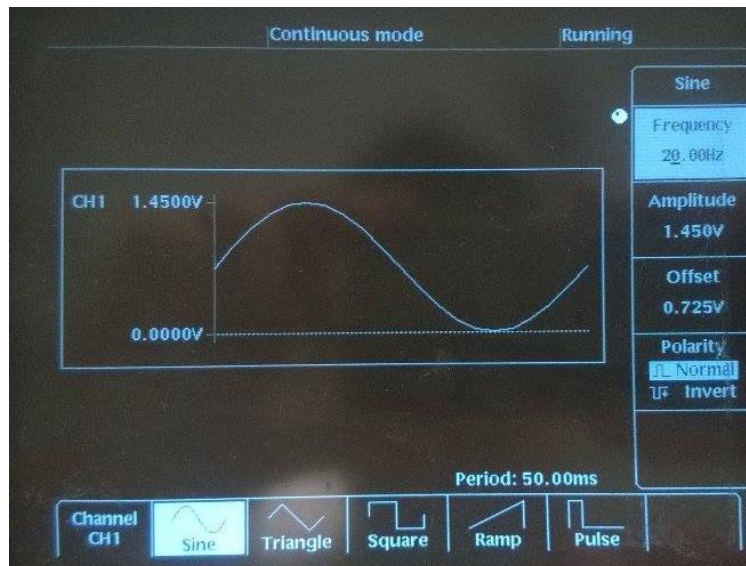
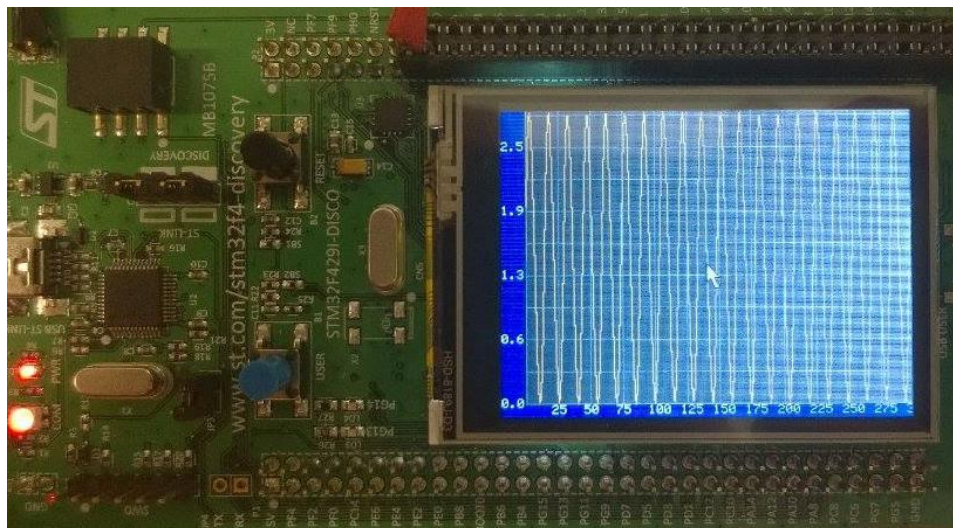

Figura 49: Generatore di funzioni
Figura 50: Funzione seno di ampiezza 2.9V con frequenza di 20Hz
- **Caso 3:** Il generatore di funzioni è stato impostato in modo da generare un funzione seno con 20Hz di frequenza, ampiezza 1.450V ed offset 0.725V supponendo una linea a 50Ω (*Figura 49* e *Figura 50*).